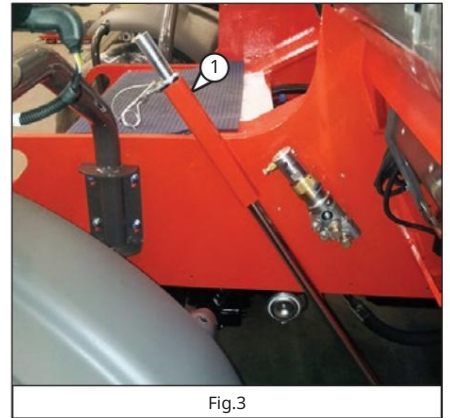

Fig.3
- Verificați dacă știftul de forfecare este introdus în suportul prevăzut pe cadrul mașinii (Fig.3, punctul 1).